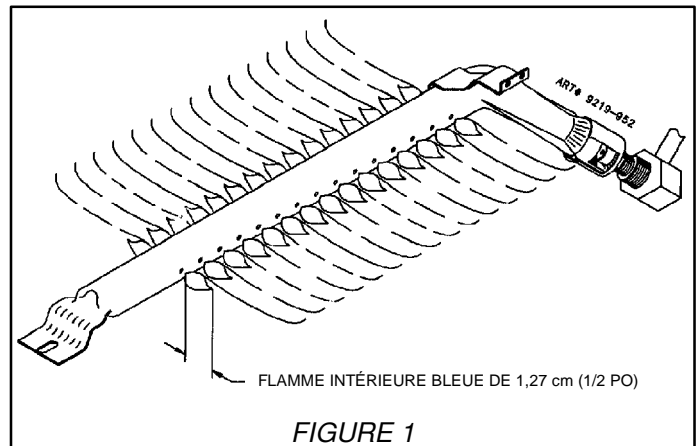

FIGURE 1
- a. La hauteur approximative de la flamme d'un brûleur du four doit présenter une partie bleue distincte de 1,27 cm (1/2 po) (voir la figure 1).